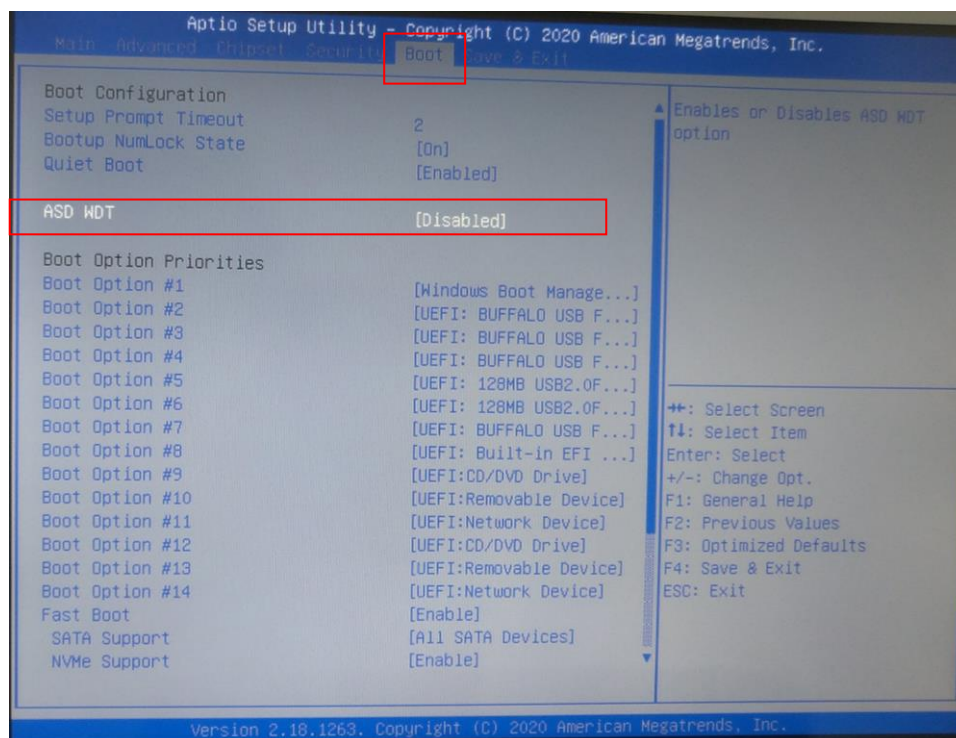

図 5-1-4-1. BIOS 設定画面 ASD WDT 設定
- ① リカバリ USB を産業用組込み PC 本体に接続します。
- ② キーボード、マウスを接続します。
- ③ 電源を入れます。BIOS 起動画面が表示されたところで[DEL]キーを押し、BIOS 設定画面を表示させます。
- ④ BIOS 設定画面が表示されたら、[Boot]メニューを選択します。(図 5-1-4-1)
- ⑤ [ASD WDT]を[Enable]に設定します。